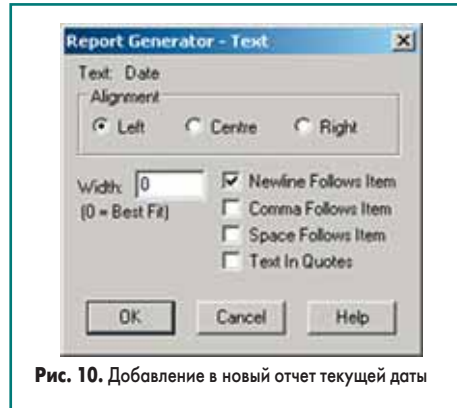

Рис. 10. Добавление в новый отчет текущей даты
14. В появившемся диалоговом окне Report Generator – Text (рис. 10) в поле Alignment включим опцию Left, в поле Width введем значение 0 и включим опцию New Follows Item, после чего нажмем кнопку ОК.